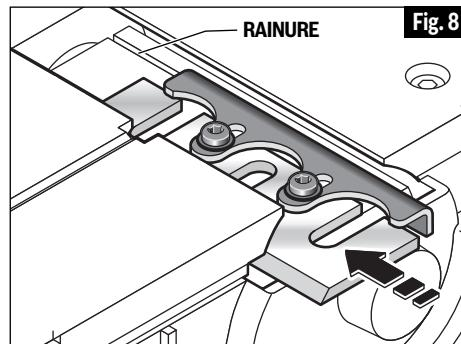

Fig. 8
1. Pour installer les fers, faites glisser l'ensemble de fer/dispositif de retenue latéralement, jusqu'à ce qu'il soit positionné au-dessus de l'une des deux aires de fixation sur le tambour, en faisant très attention. Le dispositif de fixation doit s'engager dans la rainure. (Fig. 8)